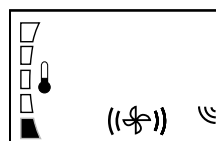

fig.1
- Visualisering van de gewenste temperatuur enkel bij middel van de bar graph (fig.1)